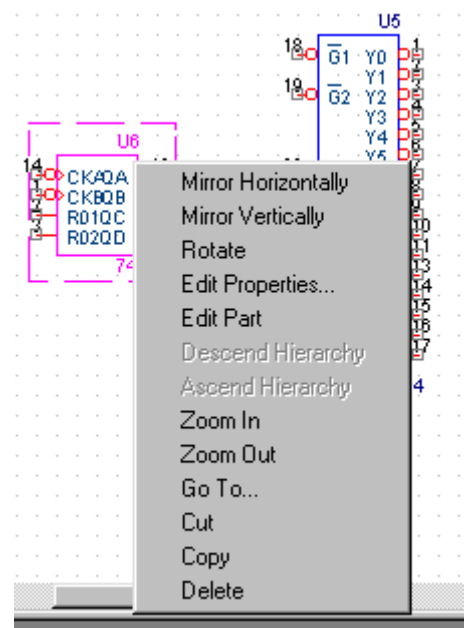

Рис.1.7. Спливаюче меню (виділили компонент **7493A** і натиснули праву кнопку миші)
*Якщо, не перериваючи режиму розміщення символів компонентів на схемі, в спливаючому меню на рис.1.7 вибрати команду **Edit Properties**, виводиться діалогове вікно редагування параметрів поточного символу. Але це нам поки що не потрібно, тому не будемо відволікатися, йдемо далі.*